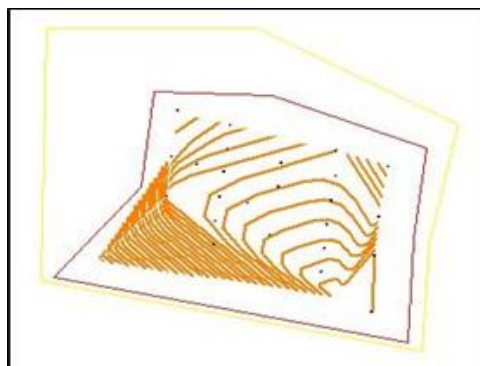

Рис. 11.4. Расположение объекта
13. Кликните двойным щелчком **ЛКМ** внутри чертежа и расположите объект по центру листа чертежа (рис. 11.4), после чего нажмите **Esc**.